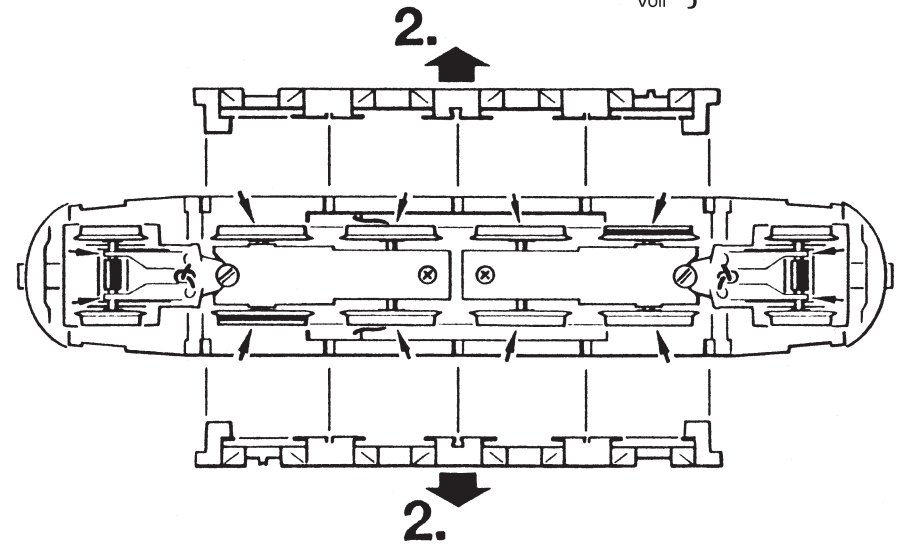

Fig. 7
Die **Haftreifen** mit einer Nadel oder einem feinen Schraubendreher abziehen (Fig. 7). Beim Aufziehen des neuen Haftreifens bitte darauf achten, dass dieser sich **nicht verdreht**.
3. Échangez des bandages d'adhérence: L'aide d'une aiguille ou d'un tourne-vis fin les bandages d'adhérence (fig. 7). Lors du montage des nouveaux bandages veuillez à ce que les bandages **ne soient pas tordus**.
3. Vervangen van antislipbandjes: Met een naald of kleine schroevendraaier kunt u de band verwijderen (fig. 7). Bij het omleggen van een nieuwe band dient u erop te letten dat deze niet is verdraaid.